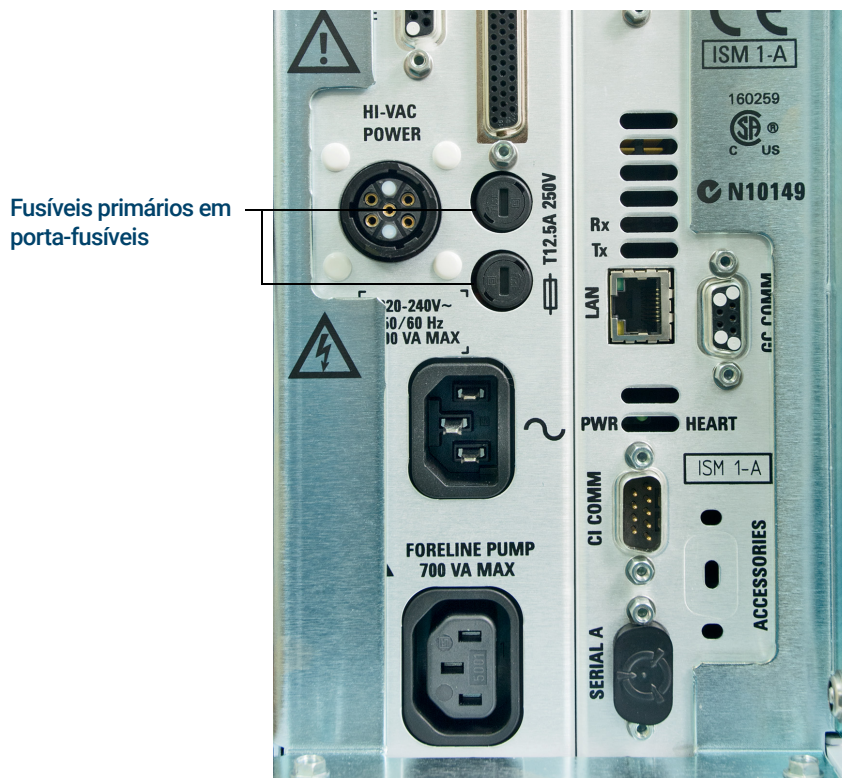

Figura 2. Fusíveis primários
- 2 Gire um dos porta-fusíveis no sentido anti-horário até que ele ressalte. Os porta-fusíveis são acionados por mola. (Consulte **Figura 2** na página 35.)